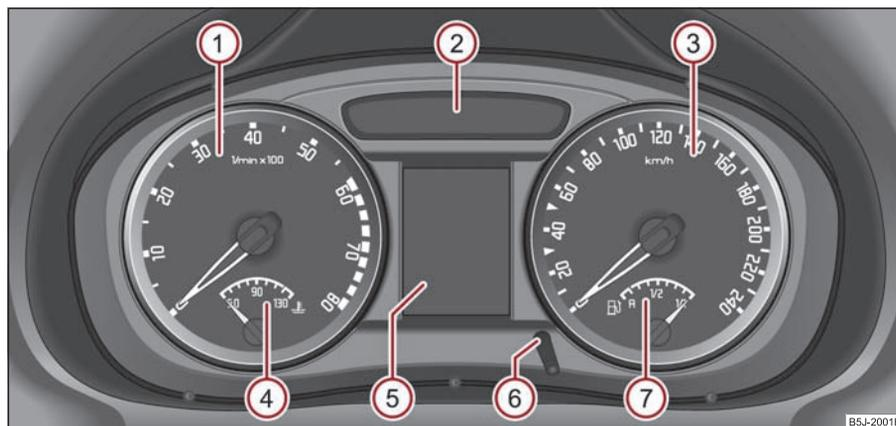

Fig. 18 Cuadro de instrumentos
El comienzo de la zona roja en el cuentarrevoluciones ① ⇒ fig. 18 marca el número de revoluciones máximo admitido para todas las marchas del motor rodado y a temperatura de servicio. Antes de alcanzar esta zona, conecte la próxima marcha superior o cambie a la posición de la palanca selectora del cambio automático **D**.
El indicador de la temperatura del líquido refrigerante  ⇒ página 19, fig. 18 funciona sólo con el encendido conectado.
El indicador del nivel de combustible  ⇒ página 19, fig. 18 funciona sólo con el encendido conectado.
Pulsando brevemente el botón de reposición **6** ⇒ página 19, fig. 18 Vd. puede conmutar entre el contador parcial y el contador total del trayecto recorrido. A fin de reconocer qué contador para trayecto recorrido se muestra en ese momento en la pantalla, aparecerá en el contador parcial por encima de la indicación referida al trayecto recorrido **trip** ⇒ fig. 19.
Para poner en hora el reloj hay un botón de reposición en el lado inferior izquierdo, junto al velocímetro ⇒ página 19, fig. 18.